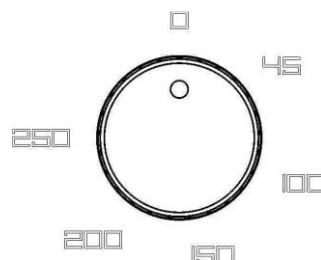

Fig.1
TEPPANYAKI jest kontrolowany przez regulator energii do wielu pozycji (patrz rys. 1). Aby włączyć, obróć pokrętkę (7) w prawo do poziomu żądanej temperatury (od 45 °C do 250 °C). Usłyszysz lekkie kliknięcie wskazujące na wyłączenie termostatu a płyta rozgrzeje się błyskawicznie do czerwoności, wskaźnik (9) zapali się, po czym zgaśnie, gdy osiągnie ustaloną wartość. Wybór temperatury zależy od rodzaju przygotowywanej potrawy, jej wielkości i zawartości wody. Oczekaj kilka minut, aż grill dobrze się rozgrzeje, a następnie za pomocą łopatki, jeśli to konieczne, rozprowadź tłuszcz lub oleje na powierzchni grilla i umieść na niej potrawy, które mają być gotowane. Podczas gotowania, w razie potrzeby, można regulować temperaturę: nagrzanie lub ochłodzenie powierzchni grilla przed osiągnięciem nowo ustawionej temperatury może zająć kilka minut. Zgaśnięcie lampki kontrolnej (9) wskazuje, że nowo ustawiona temperatura została osiągnięta. Po zakończeniu gotowania przekręć oba pokrętki do pozycji "O - off".
Powierzchnia teppanyaki: powinna być czyszczona, gdy ma temperaturę w zakresie ok. 50-60 °C; w tej temperaturze łatwiej jest usunąć resztki jedzenia. Jeśli powierzchnia płyty jest zimna, ustaw pokrętkę termostatu (7) na 50-60 °C, jeśli jest jeszcze gorąca, poczekaj aż ostygnie: w takim przypadku, gdy zdecydowałeś się na przeprowadzenie procedury czyszczenia, w celu ustalenia temperatury powierzchni płyty, obrócić pokrętkę termostatu (7) do momentu zapalenia się lampki kontrolnej (9) i odczytać wskazaną temperaturę (rys. 1), następnie przywrócić pokrętkę (7) do pozycji "O-off" pozycja.